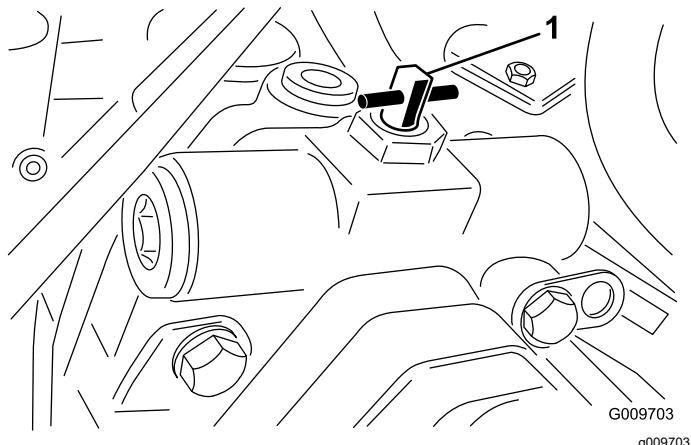

Figura 40
- Gire la válvula auxiliar 90° (1/4 de vuelta) en cualquier sentido para abrirla y dejar pasar el aceite internamente (**Figura 40**). Puesto que el aceite se desvía, la máquina puede ser movida lentamente sin dañar la transmisión. Observe la posición de la válvula al abrirla o cerrarla.